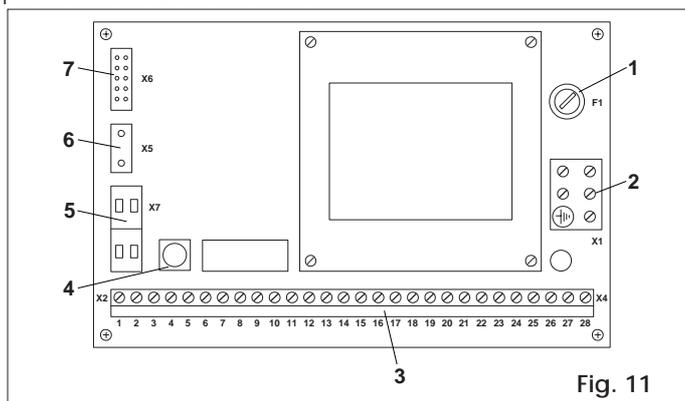

Fig. 11
Nota: Per ripetere il processo di inizializzazione premere il pulsante di RESET (fig. 11-rif 4) per più di 4 secondi.
6. APP. ELETTR. DI COMANDO 960 MP (Fig. 11)